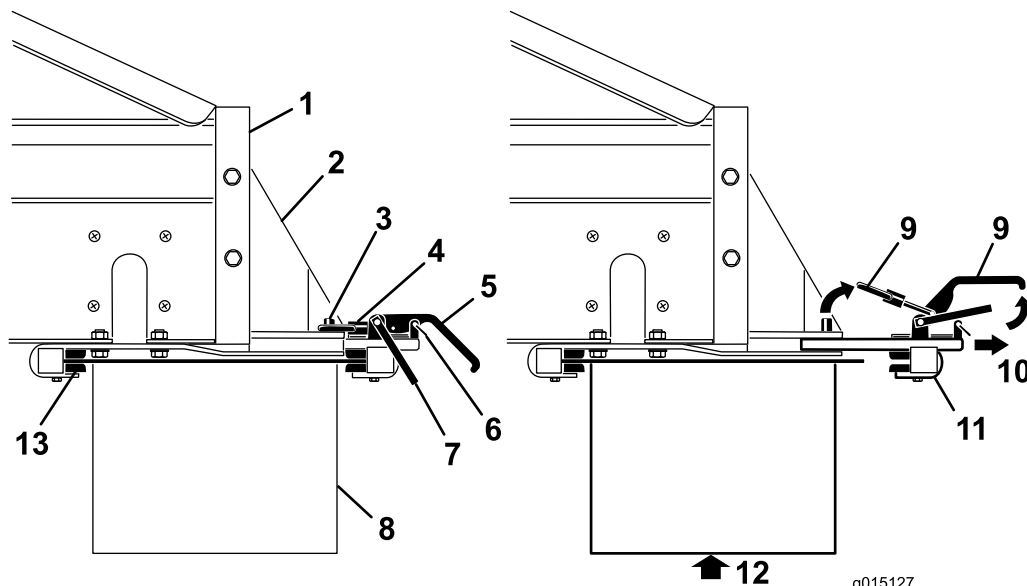

Figura 49
- Retire os cliques do fecho de segurança das pegas da barra de ligação (Figura 49).
- Levante o trinco de segurança, depois levante as pegas da barra de ligação do acessório e liberte os anéis de bloqueio dos pinos de bloqueio (Figura 49).
- Deslize o grampo traseiro de ligação do acessório para fora das ranhuras de ligação rápida (Figura 49).
6. Com ajuda, insira a borda frontal da correia transversal/articulação por cima e por baixo da traseira da máquina para os grampos dianteiros nos suportes (Figura 49).
7. Apoiando a correia transversal/articulação, deslize o grampo traseiro ligação do acessório para as ranhuras nos suportes, e por cima da parte de trás (Figura 49).
9. Instale os cliques do fecho de segurança nas pegadas do grampo (Figura 49).